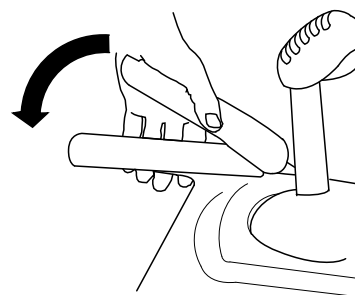

Рисунок 15
1. Для включения привода тяги прижмите левый рычаг (тяги) к рукоятке (Рисунок 15).